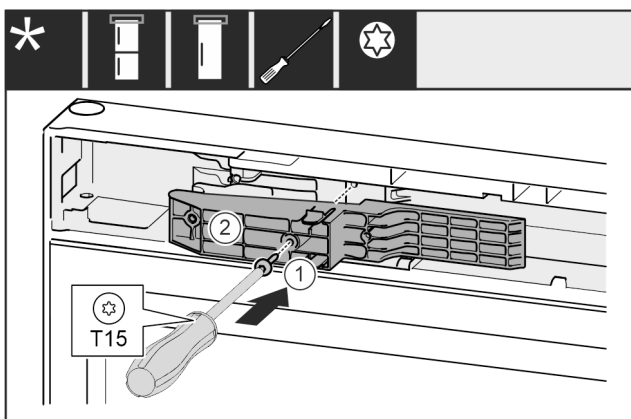

Fig. 54 *
- ▶ Adapterstück Fig. 54 (1) auf der Griffseite in die Aussparung einsetzen.*
- ▶ Schraube Fig. 54 (2) mit Schraubendreher festschrauben.*